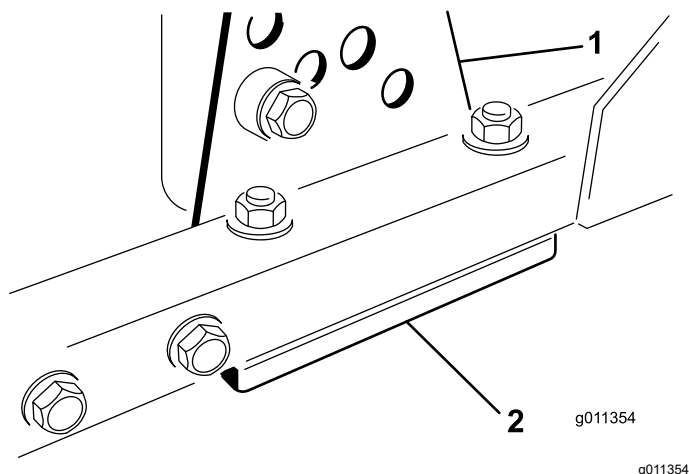

Рисунок 13
1. Снимите кронштейн высоты скашивания (передний, левый или правый) с рамы деки (Рисунок 13).
2. Установите регулировочные прокладки толщиной 1,5 мм и/или 0,7 мм между рамой деки и кронштейном необходимой настройки высоты (Рисунок 13).